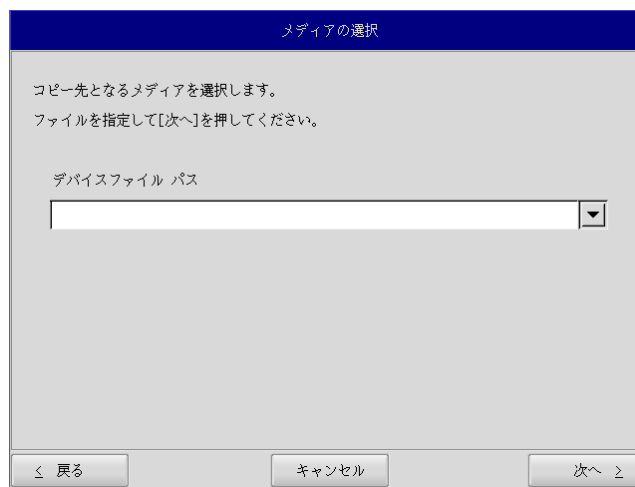

図 6-3-1. メディア選択画面
- ⑤ メディアの選択画面 (図 6-3-1) が表示されます。コピー先となるメディアを選択します。